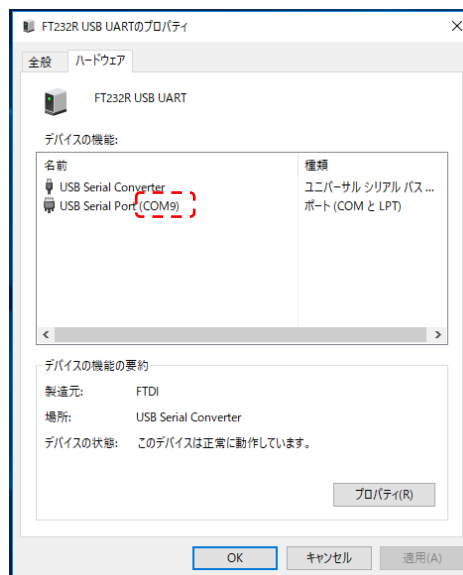

图 6 COM 端口编码
- ⑧ 点击“属性”窗口中的“硬件”标志，检查显示出来的 COM 端口编码（图 6）。请牢记此 COM 端口编码，在管理软件中的初始设定（请参阅 5-1）之⑤）中必须使用此编码。